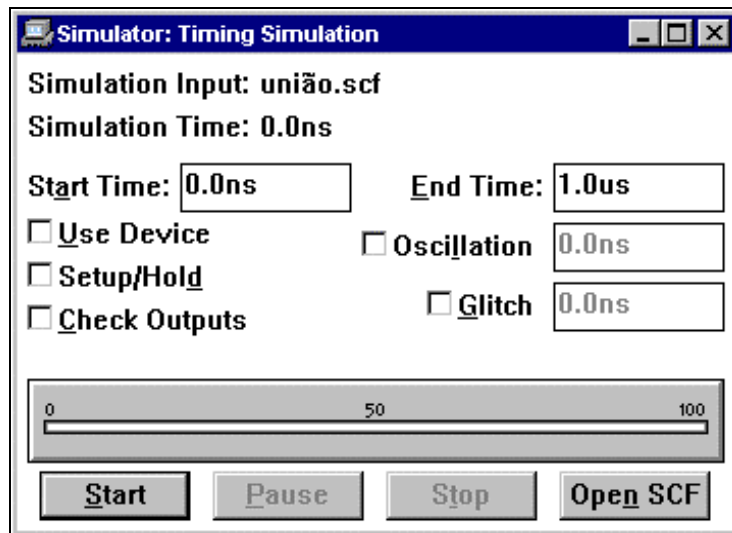

Figura 31
11.5.1 Escolha a função *Simulator* no menu *Max+Plus II* (veja figura 31).